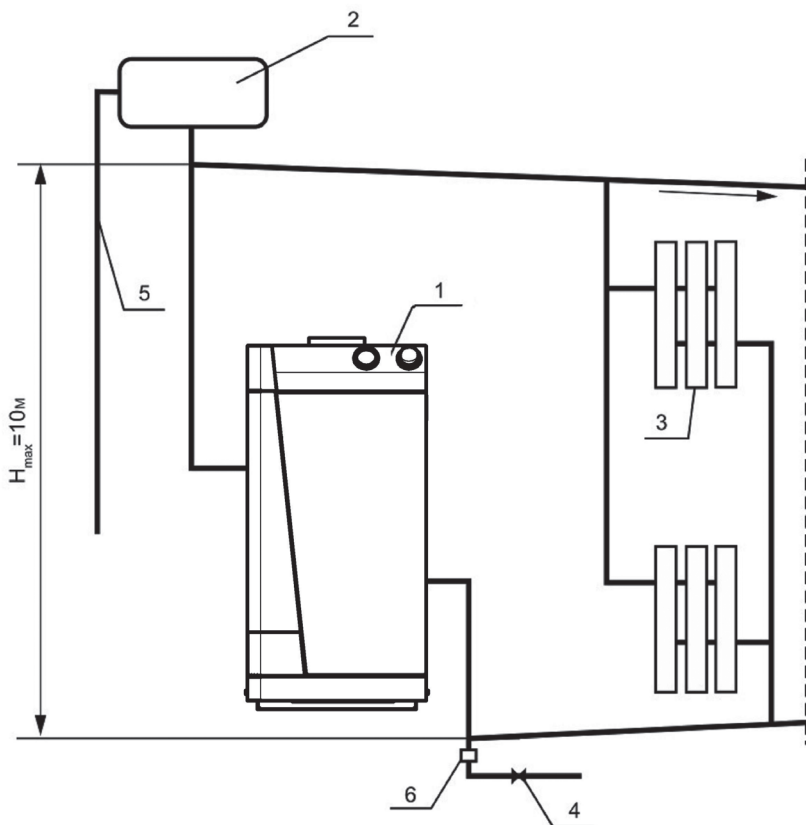

Рис. 2.
- 6.7. Расширительный бачок устанавливается в верхней точке главного стояка, в отапливаемом помещении. Запрещается устанавливать вентиль на сигнальной трубе (см. рис. 2, 3).